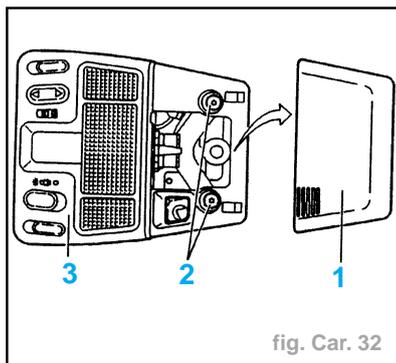

fig. Car. 32
- Fixation (1) panneau modèle (daN.m) ..... 0,2
- Déposer (fig. Car. 32) :
- le cache (1),
- les fixations (2),
- la console de pavillon (3) en tirant vers l'arrière du véhicule.